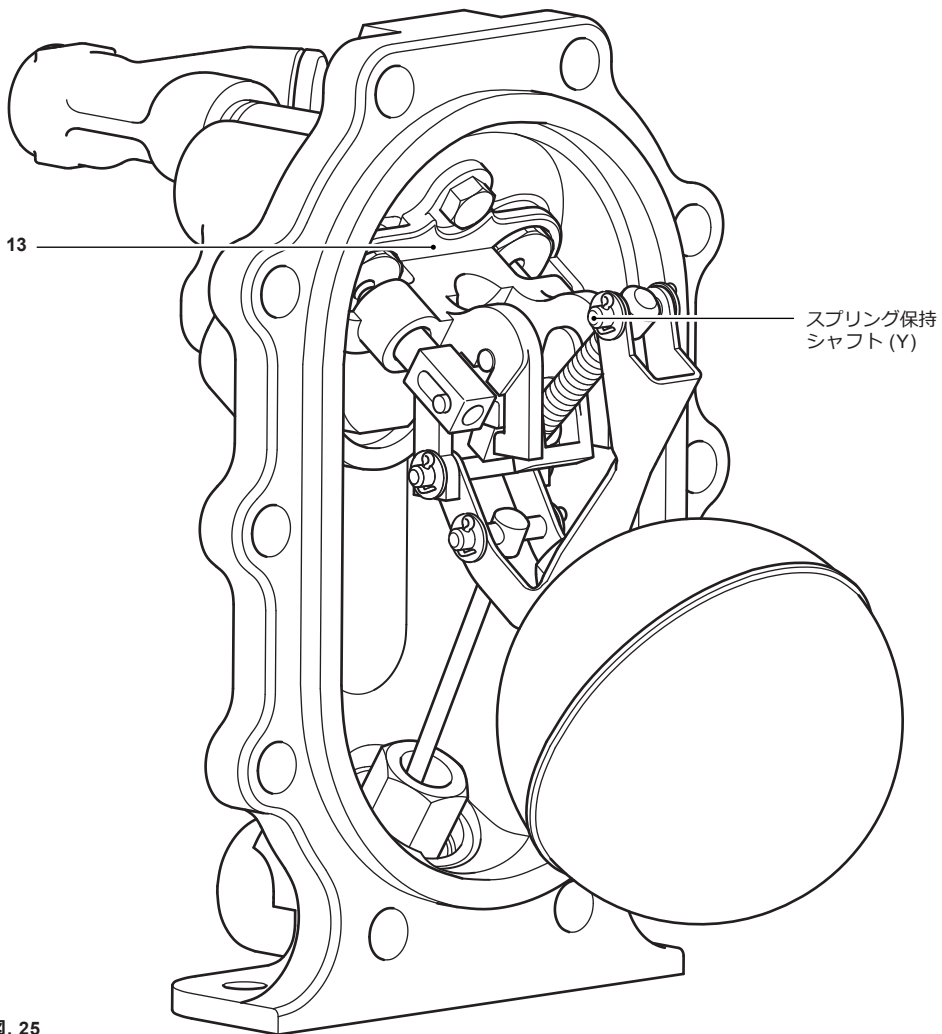

図. 25
**注意:** バルブギアは調整不要で設計されており、新しい部品の取付けも簡単です。組み立て後、機構が正常に作動しない場合は、すべての部品が図25通りに組み立て・調整されているか確認してください。